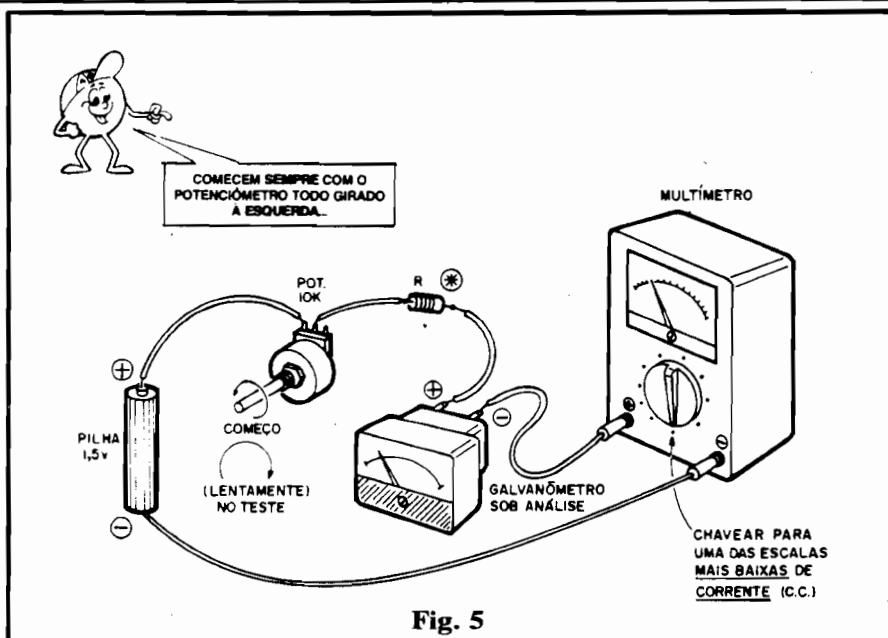

Fig. 5
- Por outro lado, um **VOLTÍMETRO** aplicado entre o ponto S e a linha do negativo da alimentação, mostrará rápidos pulsos positivos, cada vez que o transistor TR2 "liga", numa configuração ou "desenho" parecido com o mostrado no diagrama B da fig. 5 - pág. 5 - ABC nº 8)...
- **FIG. 5** - Para determinar - com segurança - o ALCANCE (fundo de escala) de um galvanômetro, usamos a disposição indicada na figura: fechamos um elo circuital a partir de uma única pilha pequena, de 1,5V, em série com um potenciômetro (tipicamente de **10K ou mais**), um resistor fixo (inicialmente aplicamos um de 10K, modificando experimentalmente seu valor - depois - até obter o desejado "comportamento" do conjunto...), o **GALVANÔMETRO** analisado e um **MULTÍMETRO** (este chaveado para a função de medição de Corrente Contínua, numa de suas faixas **mais baixas**, tipicamente entre 200uA e alguns mA...). Observem **COM ATENÇÃO** os seguintes pontos: **polaridades** da pilha, do galvanômetro e das entradas do **MULTÍMETRO**, terminais usados no potenciômetro e (principalmente) necessidade do eixo do potenciômetro estar, inicialmente, **totalmente girado para a esquerda** (sentido anti-horário). A sequência de procedimentos é simples e direta: